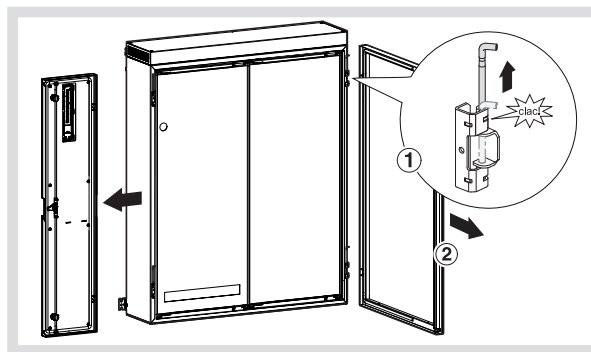

Bild 15: Tür Demontage
- Zum Türausbau die Tür-Splinte hoch schieben. Nach der Installation die Türen wieder einsetzen und durch runter schieben der Tür-Splinte fixieren (Bild 15).